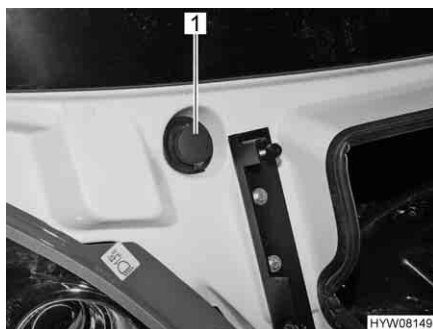

Fig. 23 Bocchettone di riempimento del contenitore dell'acqua di lavaggio (Fiat)
- Rimuovere il coperchio (Fig. 23,1) del bocchettone di riempimento del contenitore dell'acqua di lavaggio.